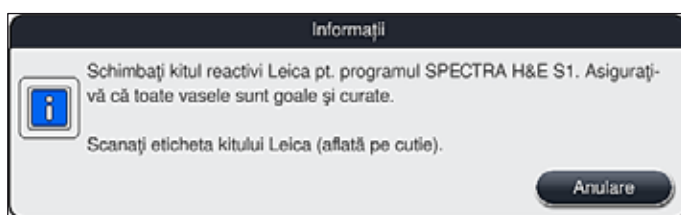

Fig. 56
1. Când apare un mesaj de informare (→ "Fig. 56") pe ecran, mențineți eticheta de ambalaj în fața senzorului RFID din partea frontală a instrumentului (→ "Fig. 57-1") pentru a o scana.
- Scanarea kitului de reactivi Leica poate fi anulată numai prin utilizarea butonului **Anulare** din mesajul prezentat în (→ "Fig. 56") și înainte de a începe să se citească în eticheta de ambalaj, fără ca setul de reactivi Leica să expire.